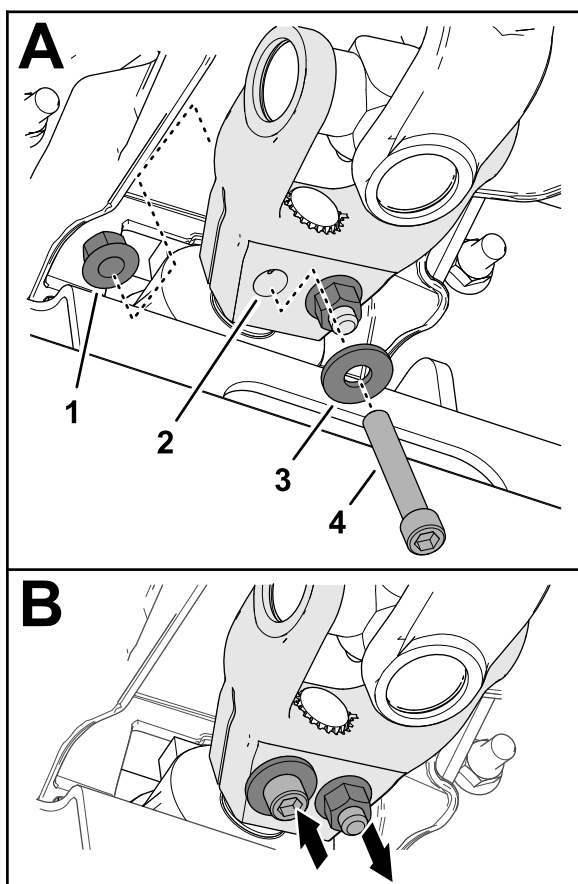

Figure 16
6. Insérez une vis à tête creuse ($\frac{3}{8}$ " x $2\frac{1}{4}$ ") dans une rondelle ($\frac{3}{8}$ ") et dans le trou de la chape de l'arbre d'entraînement (Figure 16), et fixez la vis en place avec un contre-écrou à embase ($\frac{3}{8}$ ").
7. Insérez une vis à tête creuse ($\frac{3}{8}$ " x $2\frac{1}{4}$ ") dans une rondelle ($\frac{3}{8}$ ") et dans le trou de la chape de l'arbre d'entraînement en passant par l'autre côté (Figure 16), et fixez la vis en place avec un contre-écrou à embase ($\frac{3}{8}$ ").